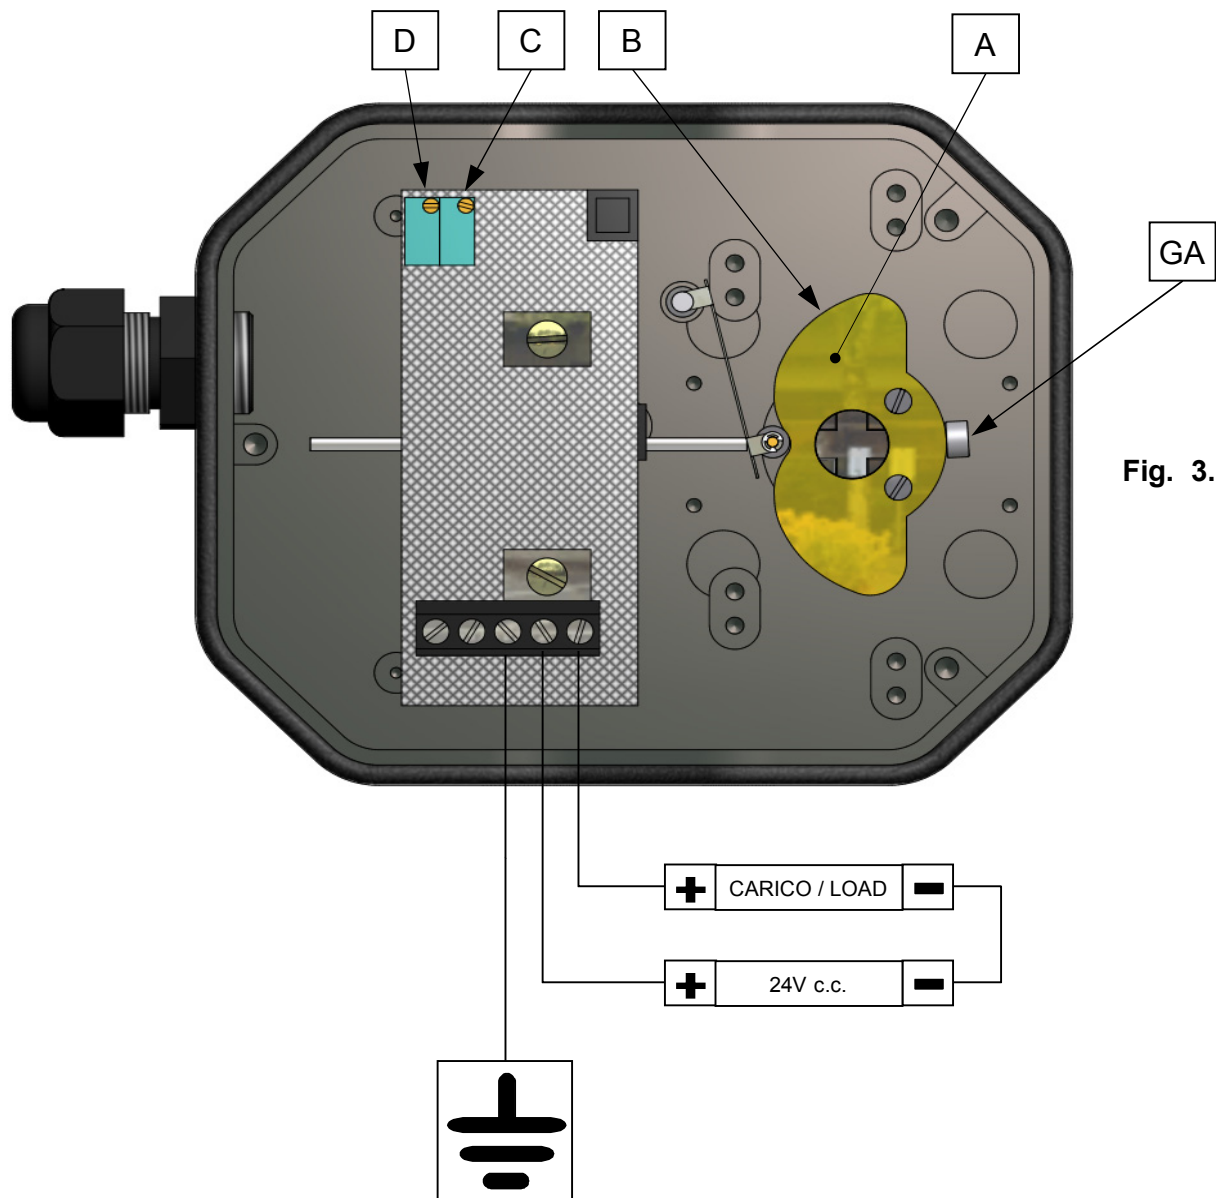

Fig. 3.5.1
- Eseguire i collegamenti elettrici come in Fig. 3.5.1
- Carry out the electric connection as per Fig. 3.5.1.